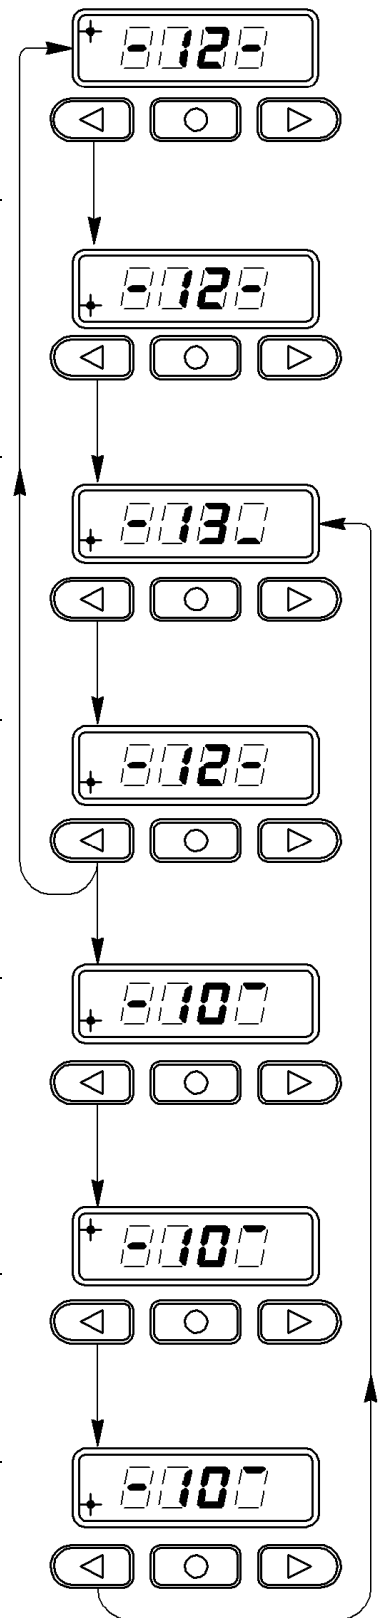

Bild 6.3. - Menü, das mit der linken Taste umgeschaltet wird
6.2.4 Vorgehen bei der Arbeit mit dem Pult. Beim Anschluss der Standheizung an das elektrische Netz des Automobils leuchtet die Anzeige des Temperatursensors, der im Pult eingebaut ist. Eine negative Temperatur wird mit dem Zeichen Minus aufgeführt. Die Bewegung im Hauptmenü wird mit der Taste „←“ (Bild 6.3) durchgeführt. Mit der Taste „⇒“ wird die Aktivierung/Deaktivierung des „Bereitschaftsmodus“ durchgeführt.